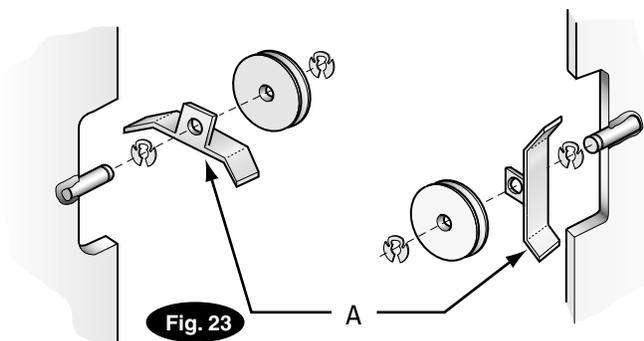

Fig. 23
- A) Montare la puleggia del cavo del gancio di arresto, i coperchi della puleggia e gli anelli di serraggio nella fessura superiore della colonna del gruppo generatore, come mostrato nella fig. 23.
Dettaglio fig. 23